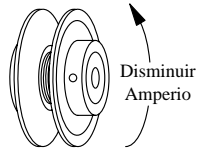

Fig. 6
- **Polea ajustable.** Con un amperímetro, mide el amperio del motor. Ajuste la polea del motor hasta que el amperio sea menos por poco de lo que se especifica en la placa de identificación del motor. Al ajustar la polea, afloje el tornillo de ajuste con punta plana y gire la polea. Apriete el tornillo de modo que la punta del tornillo queda sobre el área plana, si no, dañaría las roscas. El incrementar el diámetro de la polea, incrementa también el amperio; el disminuir el diámetro de la polea, disminuye también el amperio (véase fig. 6). Vuelva a inspeccionar la alineación de la correa.